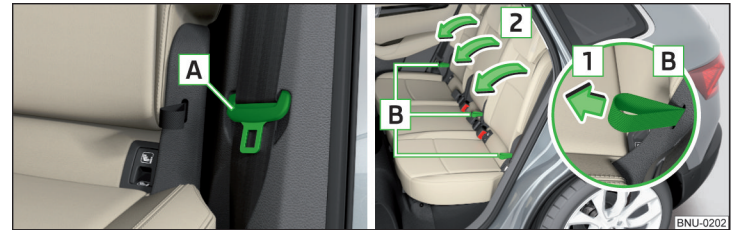

Abb. 88 Sicherheitsposition des Gurts / Sitzlehne vorklappen
- › Die Schlosszunge **A** des Sicherheitsgurts in die Öffnung in der Seitenverkleidung stecken » Abb. 88.
- › An der Schlaufe **B** in Pfeilrichtung **1** ziehen und gezogen halten » Abb. 88.
- › An der Schlaufe **B** neben dem mittleren Sitz in Pfeilrichtung **1** ziehen und die Sitzlehne in Pfeilrichtung **2** vorklappen » Abb. 88. Die vorgeklappte Sitzlehne ist als Armlehne verwendbar.